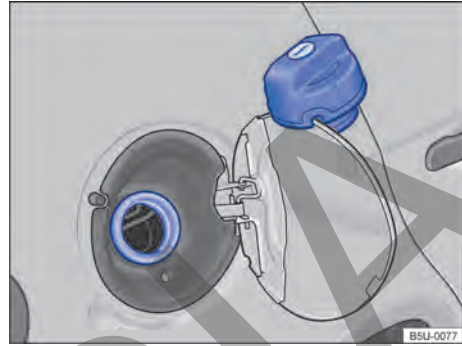

Fig. 143 Portezuela del depósito de combustible abierta con el tapón de cierre del depósito de combustible colgado.
- Gire la tapa del depósito de combustible en sentido antihorario y cuélguela encima de la portezuela del depósito de combustible → fig. 143. ▶